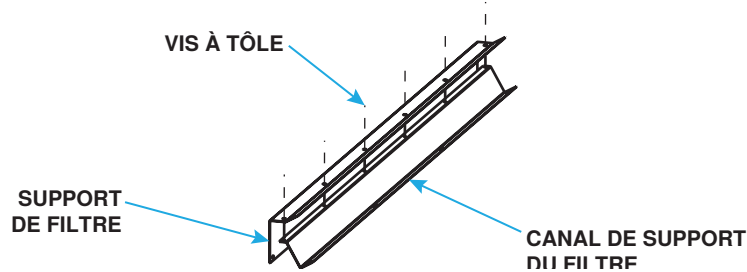

Figure 8. Assembler les supports de filtre
1. Assemblez deux ensembles de support de filtre à l'aide de deux supports de filtre, de deux canaux de support de filtre et de vis à tôle comme illustré à la **Figure 8**.